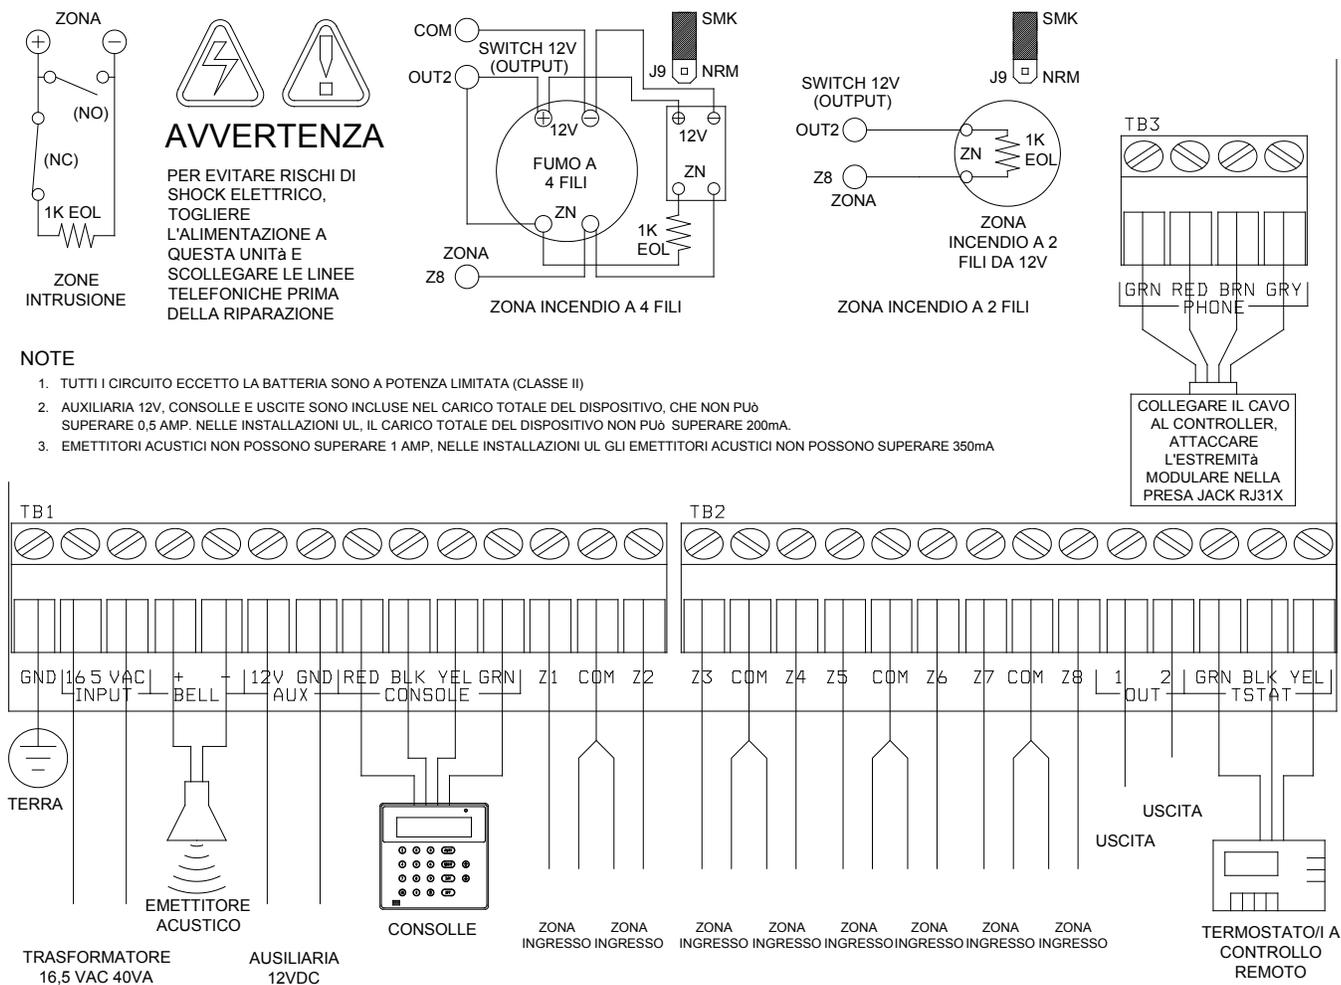

FIGURA 2 – SCHEMA GENERALE DEI COLLEGAMENTI
6. Vedere **FIGURA 2 (SCHEMA GENERALE DEI COLLEGAMENTI)** per le configurazioni delle zone intrusione.